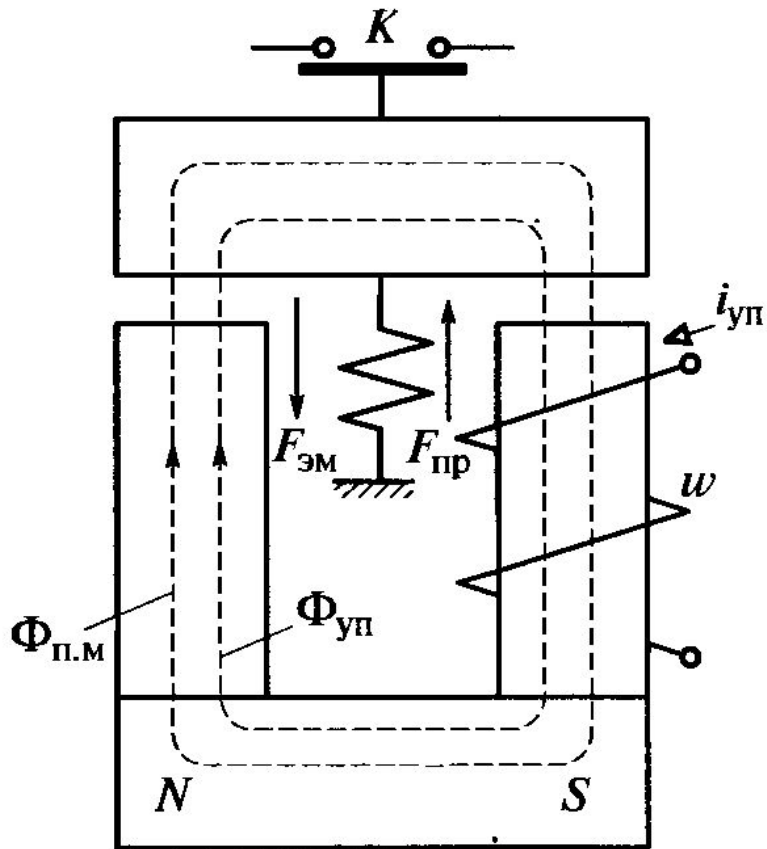

Рис. 10.3
- Поляризованное реле приводится в действие в зависимости от значения и направления тока управления  $i_{уп}$  в обмотке электромагнита. Конструкция и электрическая схема поляризованного реле приведены на рис. 10.3. В неразветвленную магнитную цепь реле встроен постоянный магнит,. Пусть при отсутствии тока управления  $i_{уп}$  в обмотке с числом витков  $w$  магнитный поток постоянного магнита равен  $\Phi_{пм}$ , а магнитный поток срабатывания реле —  $\Phi_{сраб} > \Phi_{пм}$  - Тогда при согласном (встречном) направлении магнитного потока  $\Phi_{пм}$  и МДС управления  $i_{уп} w$  будет (не будет) происходить срабатывание реле — размыкание контактов  $K$ . Причем реле будет срабатывать при малом значении МДС  $i_{уп} w$ , необходимом для возбуждения малого магнитного потока управления:  $\Phi_{уп} = \Phi_{сраб} - \Phi_{пм}$ . Это определяет высокие чувствительность по МДС  $i_{уп}$  (до 2 А) и быстроедействие (до 0,005 с) поляризованного реле.*